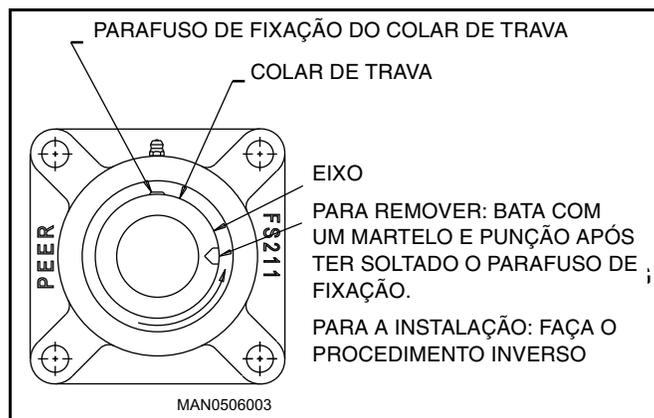

Figura 36. Colar de trava
2. Remova o colar de fixação do rolamento (consulte Figura 36).
8. Reinstale o colar de fixação do rolamento e aperte (consulte a Figura 36).